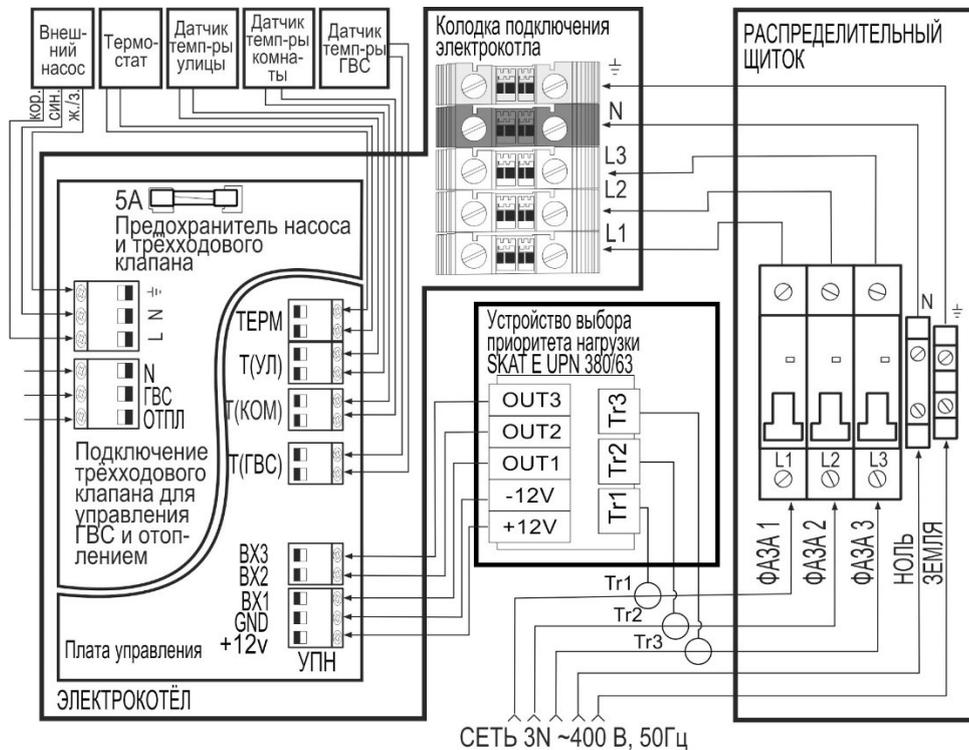

Рисунок 5 - Схема подключения электродвигателя к сети 3N ~400 В
время отключает ТЭНы (см. схему подключения на Рисунок 5 и 6).
ленную на предприятии-изготовителе (см. Рисунок 5 и 6).
- подключить на плате управления датчик уличной температуры к колодке с надписью «Т(УЛ)» (см. Рисунок 5 и 6);